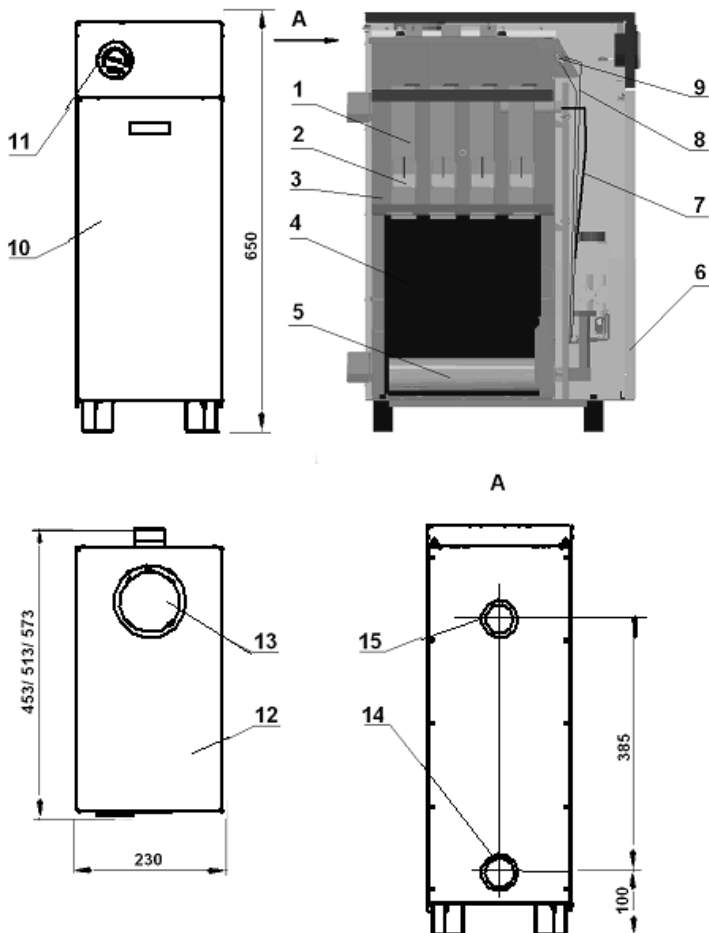

Рис.1 Котлы КС-Г-7S-Э/10S-Э/12S-Э/7T-Э/10T-Э/12T-Э
5.2.2 Котлы КС-Г ... (рис.1, 2, 3) состоят из прямоугольной топки 4 с дымогарными трубами 1. Вокруг дымогарных труб 1 имеется водяная рубашка 3. Через дымогарные трубы 1 дымовые газы, выходящие из топки 4, направляются к дымоходу 13. В дымогарных трубах 1 расположены турбулизаторы 2, увеличивающие отбор тепла и КПД котла.
Остальное см. рис. 1
Автоматика безопасности: датчик тяги 9 рис.1(на дымоходе котла) и термопара 4 предназначены для прекращения подачи газа к основной и к пилотной (запальной) горелке 2 при отсутствии тяги в дымоходе, прекращении подачи газа или погасании пилотной (запальной) горелки.